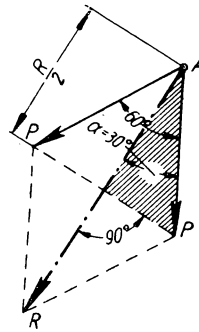

Bild 32
**Lösung:** a) Man verlängert die beiden Seitenkräfte  $P = 400 \text{ kg}$  bis zu ihrem Schnittpunkt  $A$  und konstruiert dort das Kräfteparallelogramm (Bild 32). Die Pendelstange  $OB$  stellt sich in die Richtung der Mittelkraft  $R$  ein, d. h. unter der Neigung  $\alpha = 30^\circ$  gegen die Senkrechte.